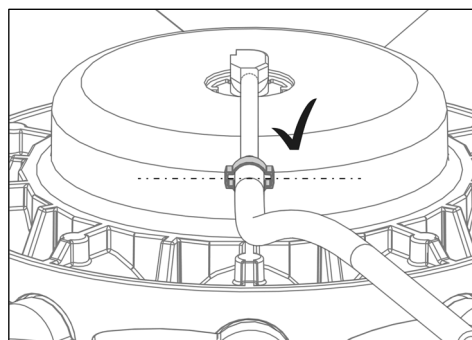

Fig. 17
- 10) Positionner le collier à 2 oreilles, comme représenté sur la Fig. 17.